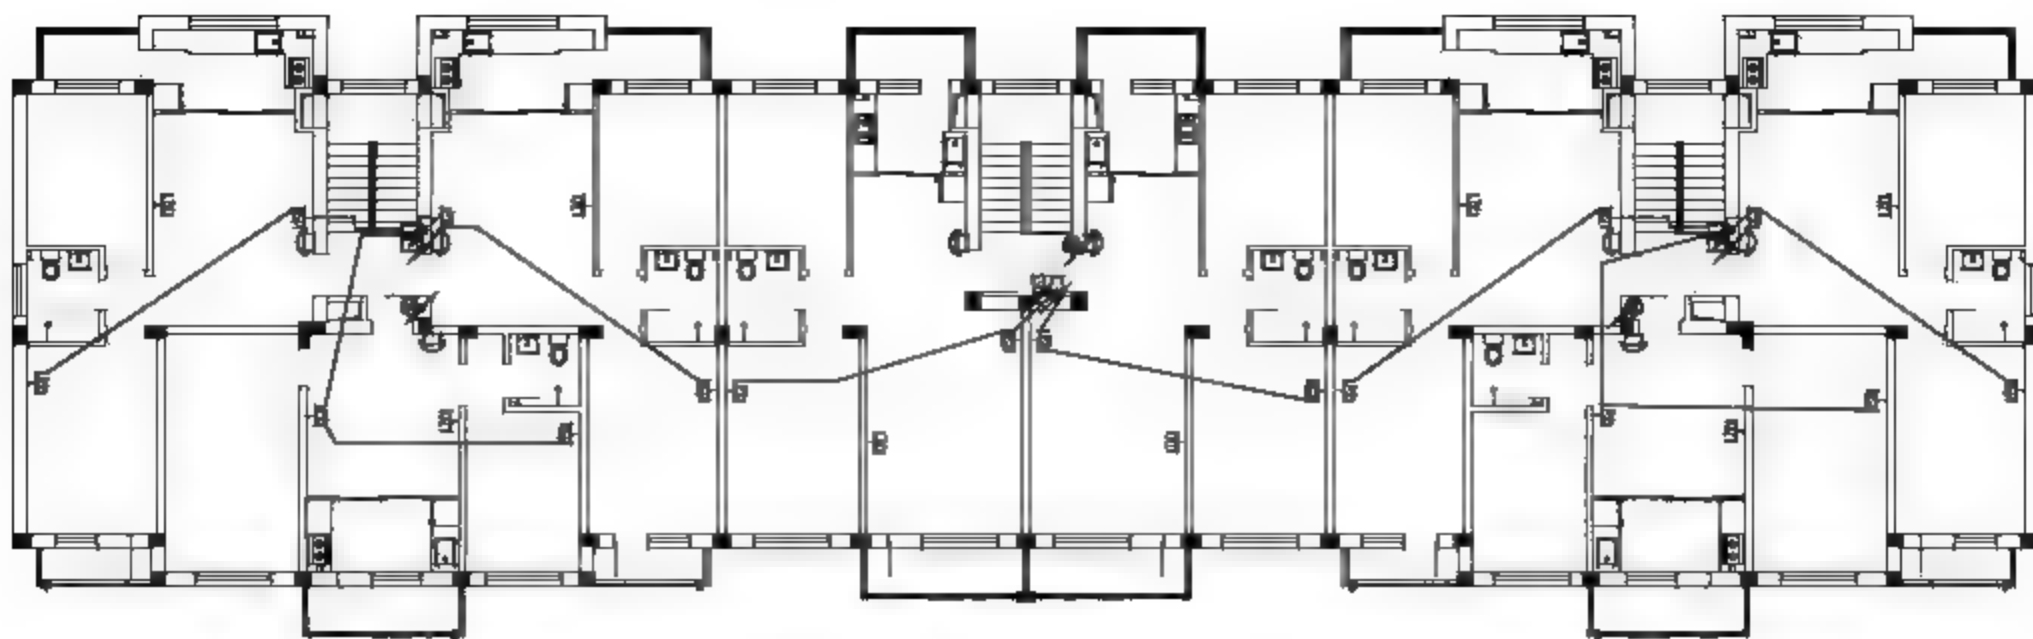

图12-15 绘制连接线路
**03** 调用PL【多段线】命令，在命令行中输入W，选择【宽度】选项，设置起点宽度、端点宽度均为50，绘制双孔信息插座之间的连接线路，结果如图12-15所示。